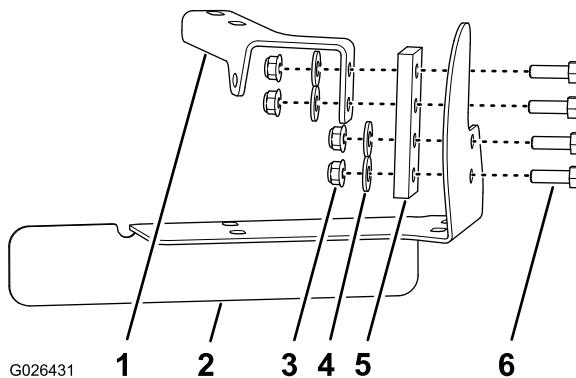
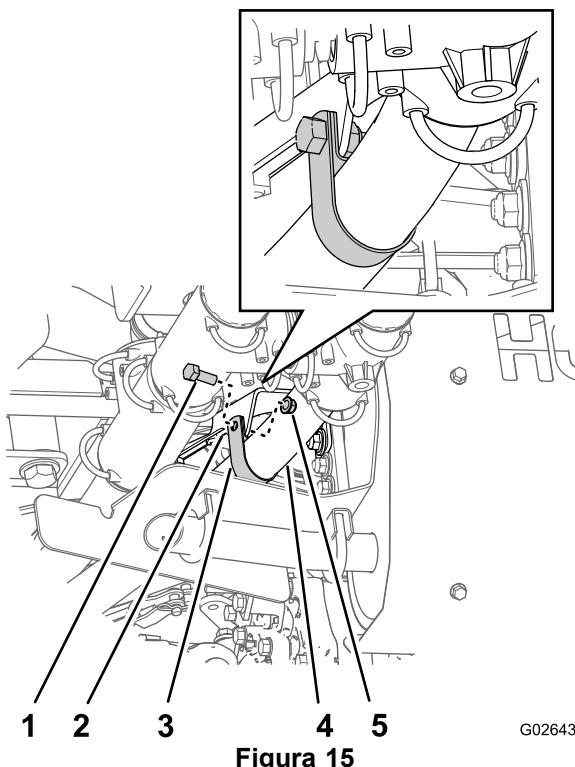

Figura 8
Figura 15
1. Allineate i 2 fori sul supporto dello scarico con i 2 fori sulla staffa della marmitta, come illustrato in Figura 8.
2. Montate il supporto dello scarico sulla staffa della marmitta con 2 bulloni (5/16 x 1 poll.), 2 rondelle e 2 dadi di bloccaggio flangiati (Figura 8).
3. Allineate i 2 fori rimanenti sul supporto dello scarico con i 2 fori sulla staffa del tubo di scappamento, come illustrato in Figura 8.
4. Montate il supporto dello scarico sulla staffa del tubo di scappamento con 2 bulloni (5/16 x 1 poll.), 2 rondelle e 2 dadi di bloccaggio flangiati (Figura 8).
1. Fate scorrere il morsetto (1-1/4 poll.) intorno al tubo flessibile da 1-1/4 poll., adiacente al supporto dello scarico per la staffa del tubo di scappamento (Figura 8 e Figura 15).
2. Allineate il foro nel morsetto con il foro nell'aletta della staffa della marmitta (Figura 15).
3. Collegate il morsetto alla staffa (Figura 15) con il bullone (5/16 x 1 poll.) e il dado di bloccaggio flangiato (5/16 poll.).